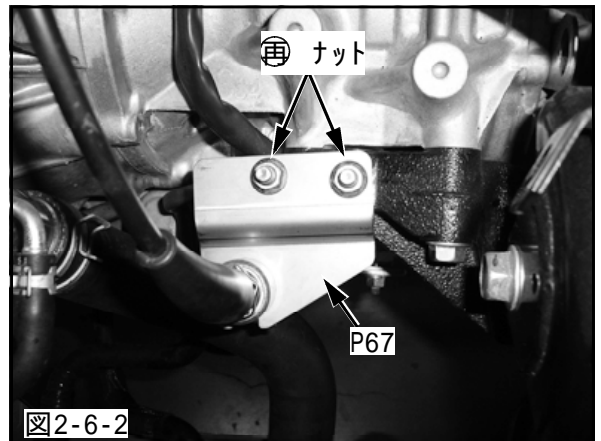

図2-6-2
(2) ミッションに取付けてあるシフトリンケージブラケットを外し、セレクトリングゲージステーに取替えてください。(図2-6-2)